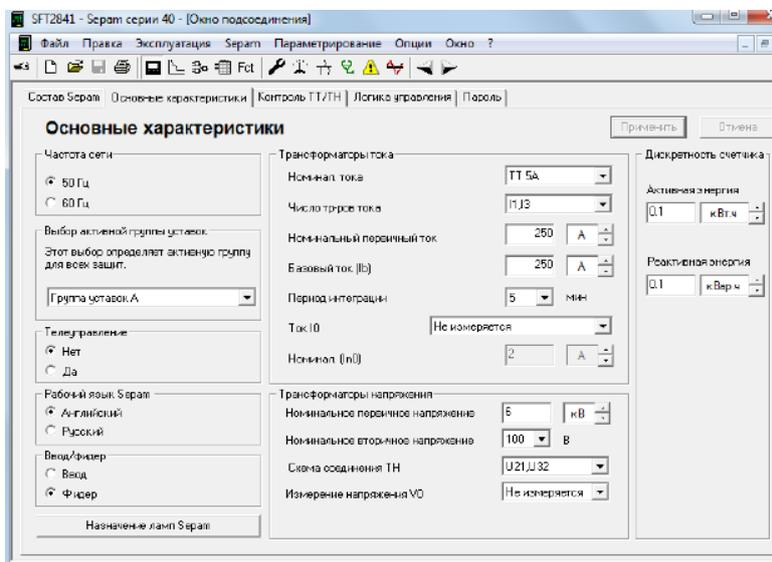

Рисунок 3.5 – Окно «Основные характеристики»
8. Выбрать вкладку «Основные характеристики» (рис. 3.5). В поле «Частота сети» установить частоту – 50 Гц. В поле «Выбор активной группы» – выбрать «Группа уставок